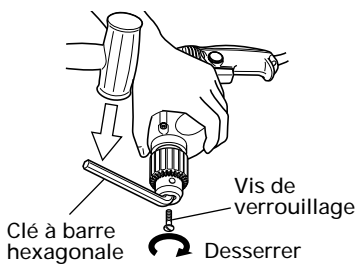

Fig. 8
(1) Retrait du mandrin de la perceuse (Fig. 8)
(2) Fixation de l'angle